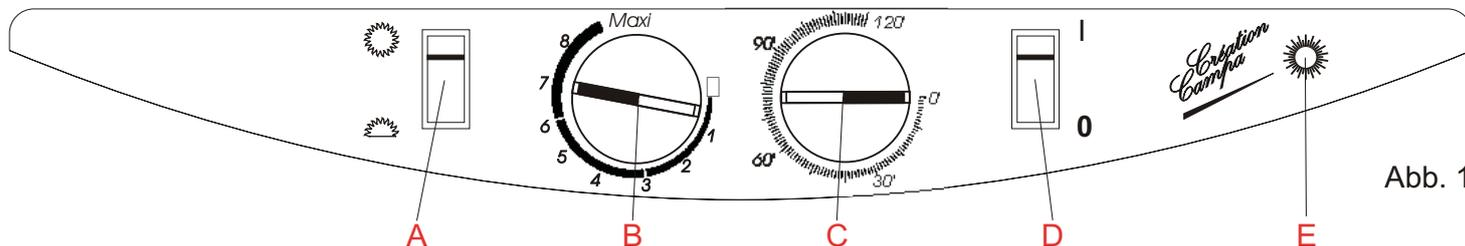

Abb. 1
- ❶ Die in Abb. 1, 2 und 4 bzw. 1, 3 und 4 angegebenen Mindestabstände zum Boden, zu den Wänden, Gardinen usw. beachten.
- ❷ Die Halterung an der Wand anlegen und darauf achten, dass sie nicht seitenverkehrt ist (Pos. Z der Halterung je nach Lage der Wandecke rechts oder links Abb. 2 bzw. 3). Die 4 Befestigungspunkte markieren, Abb. 1.
- ❸ Bohrungen ausführen und Dübel 8 einsetzen, Wahl der Dübel je nach Art der Wand.
- ❹ Die Halterung mit 4 Schrauben 4,5 bis 5,5 an der Wand befestigen.
- ❺ Das Gerät vor der Halterung ausrichten und die Haken (Pos. Z) in die Schlitzlöcher auf der Geräterückseite einführen.
- ❻ Das Gewicht des Gerätes auf die Halterung übertragen.
- ❼ Das Gerät gegen die Wand drücken, damit es sich in die Klipse Pos. Y einsetzt.
- Entweder durch Thermostateinstellung (Knopf Pos. B - Abb. 1)
- Oder in Zwangsbetrieb (ohne Temperaturregelung) für einen raschen Temperaturanstieg unter Einstellung der Schaltuhr bis maximal 120 Minuten (Knopf Pos. C - Abb. 1).
Die Stange(n) über das Gerät halten (Abb. 1)